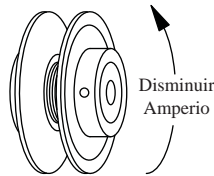

Fig. 6
• **Ajustar la polea.** Con un amperímetro, mide el amperio del motor. Ajuste la polea del motor hasta que el amperio sea menos por poco de lo que se especifica la placa de identificación del motor. Al ajustar la polea, afloje el tornillo de ajuste con punta plana y gire la polea. Apriete el tornillo de modo que la punta del tornillo queda sobre el área plana, si no, dañaría las roscas. El incrementar el diámetro de la polea, incrementa también el amperio; el disminuir el diámetro de la polea, disminuye también el amperio (véase fig. 6). Vuelva a inspeccionar la alineación de la correa.